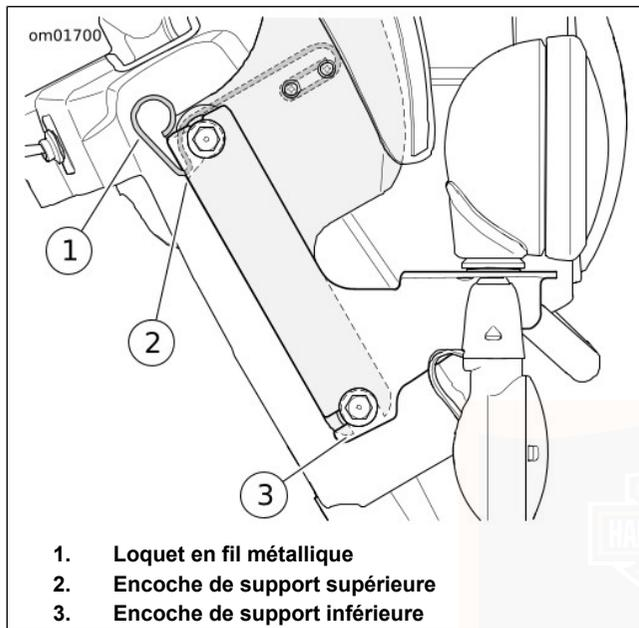

Figure 55. Pare-brise : FLHR, FLHRC
1. Voir Figure 55. Soulever les ressorts de loquet en fil métallique des deux côtés du support du pare-brise.
1. Voir Figure 55. Installer fermement le bas du support du pare-brise pour engager les œillets inférieurs.